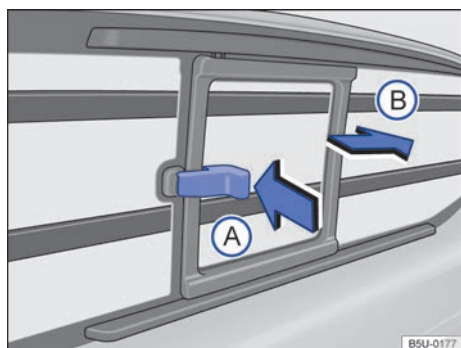

Fig. 66 En el compartimento de carga: apertura del vidrio corredizo.
Presionar el cierre en el sentido de la flecha → fig. 66 (A) y al mismo tiempo mover el vidrio en el sentido de la flecha (B).